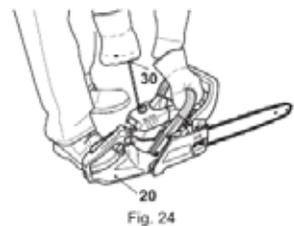

Fig. 24
- Tenez fermement la poignée avant avec la main gauche et placer le pied droit à la base de la poignée arrière (20). Tirez légèrement sur la poignée du démarreur lanceur (30) avec la main droite jusqu'à sentir une résistance et tirer ensuite fortement. Répéter les étapes jusqu'à la mise en marche du moteur, mais pas plus de 5 fois. (Fig.24)